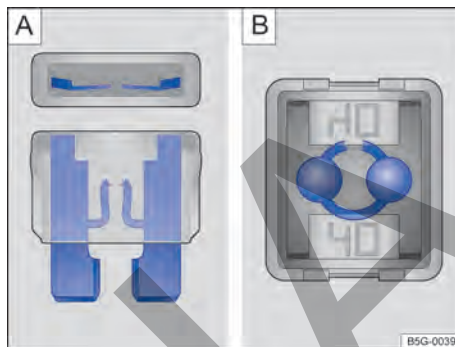

Fig. 138 Fusibles quemado: [A] fusible plano, [B] fusible de bloqueo.
- Un *fusible plano* (ATO[®], MINI[®]) quemado es reconocido desde arriba o desde el costado por la carcasa transparente en las bandas metálicas derretidas → fig. 138 **A**.
- Un *fusible de bloqueo* (JCASE[®]) quemado es reconocido por las bandas metálicas derretidas desde arriba de la carcasa transparente → fig. 138 **B**.